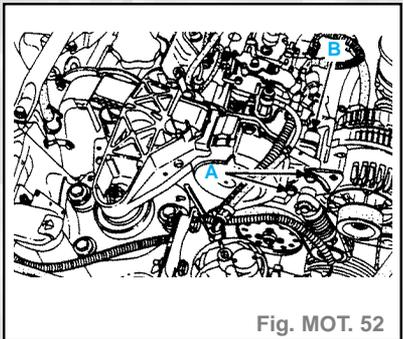

Fig. MOT. 52
- les vis (**A**) de fixation du tendeur ainsi que la vis (**B**) du support tirant de tension courroie alternateur (fig. MOT. 52),